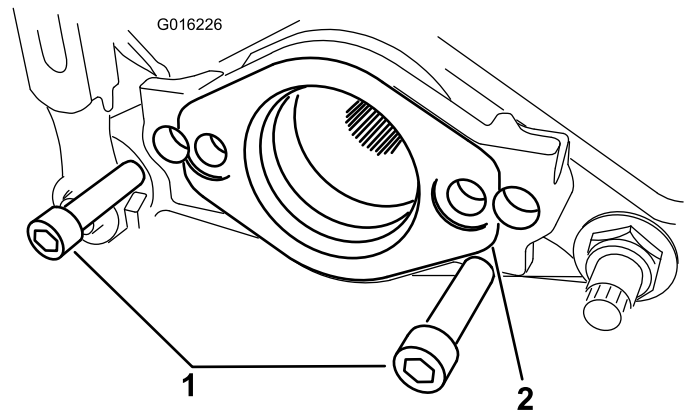

Figura 3
7. Retire los 2 tornillos allen que sujetan el soporte del motor al extremo izquierdo de la unidad de corte. Retire el soporte del motor (*Figura 3*).